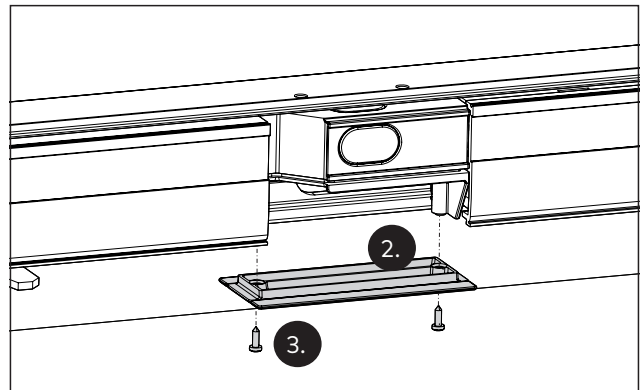

Abb. 31 Die Abdeckkappe montieren
2. Die Abdeckkappe ansetzen (Abb. 31).
3. Die Schrauben festschrauben (Abb. 31).